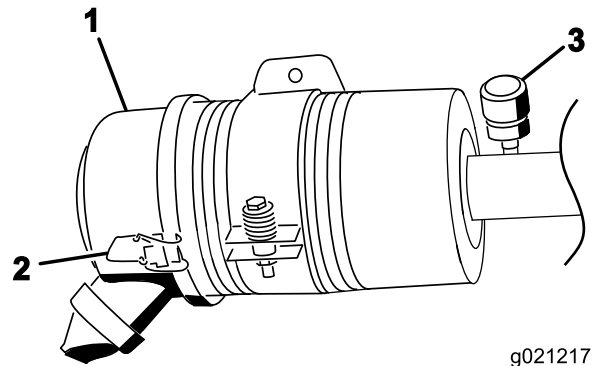

Figura 70
Effettuate la manutenzione del filtro dell'aria quando l'indicatore lo richiede (Figura 70). Sostituendo il filtro dell'aria prima del necessario si aumenta il rischio che la morchia penetri nel motore quando si toglie il filtro.
1. Rilasciate i fermi che fissano il coperchio del filtro dell'aria al relativo corpo (Figura 70).